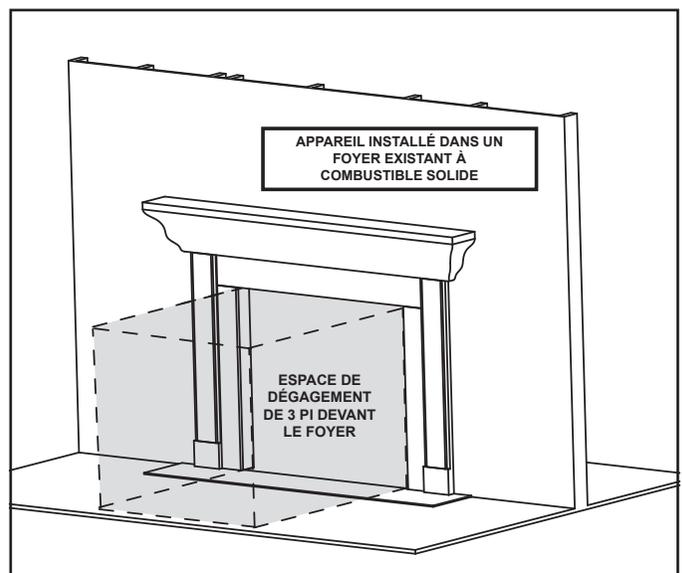

Figure 3.1 Exigences d'espace libre – Tous les modèles
**AVERTISSEMENT! Ne placez AUCUN objet inflammable devant l'appareil. Des températures élevées peuvent allumer un incendie. Voir la figure 3.1. L'appareil nécessite de l'air ambiant pour refroidir les composantes électriques. Ne bloquez pas les passages d'air au fond de l'appareil, ou bien les passages d'air entre la façade décorative et l'appareil.**